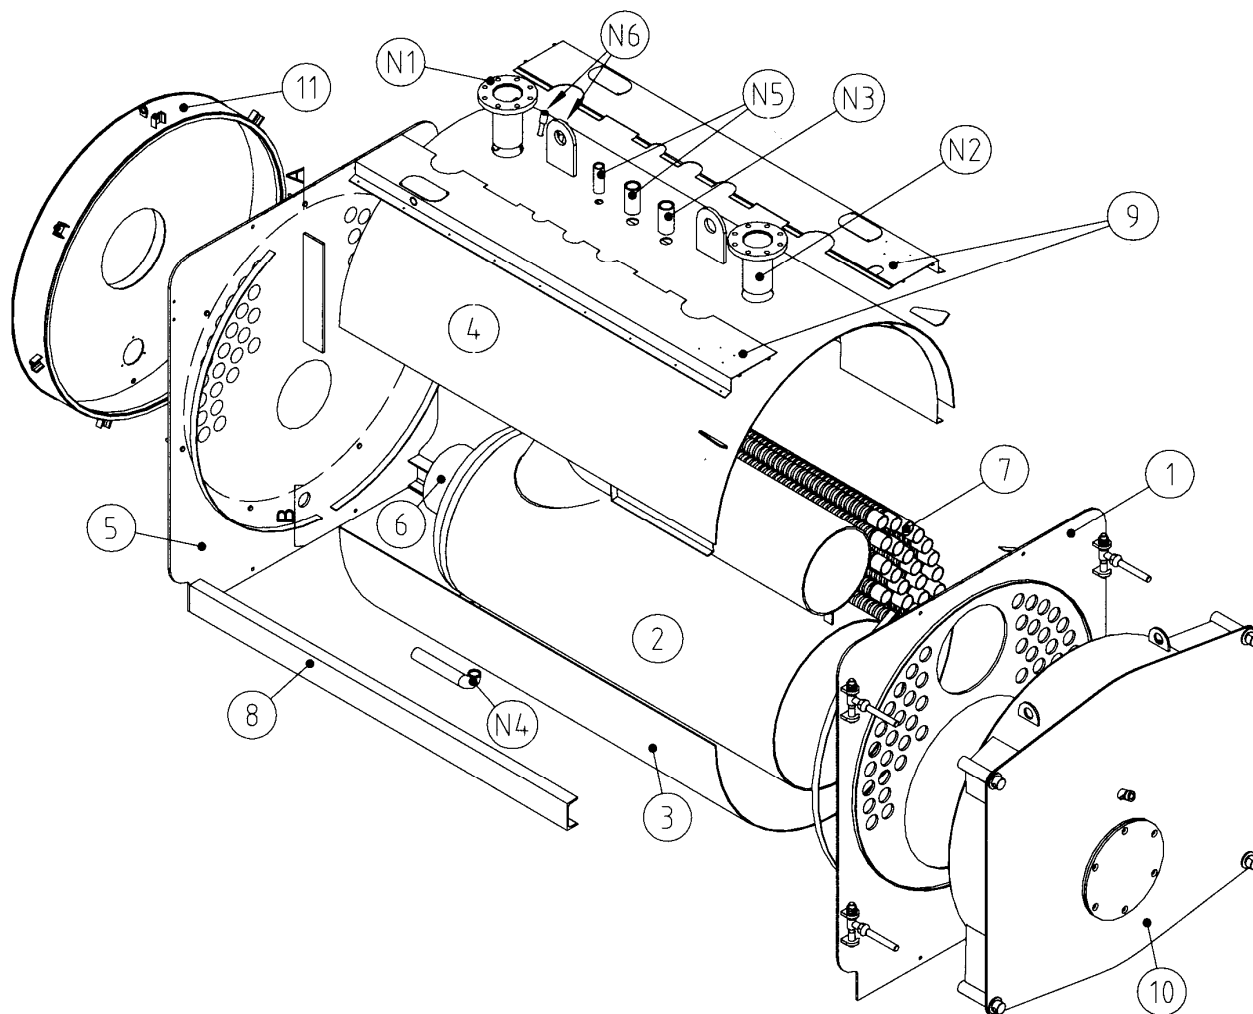

Fig. 7
4.2 MONTAGGIO CALDAIA GREENOX.e K 80-300 (Fig. 7)